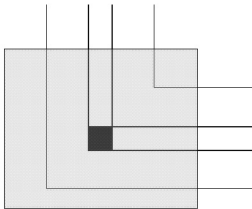
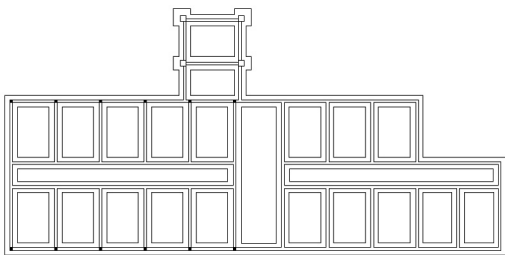

图 5.16 选择阵列对象
图 5.17 阵列复制构造柱
(3) 启动【阵列】命令, 将【阵列】对话框参数设置为 2 行、6 列、行偏移 12900、列偏移 3900。如图 5.16 所示, 用窗选方法选择阵列对象。阵列后的结果如图 5.17 所示。